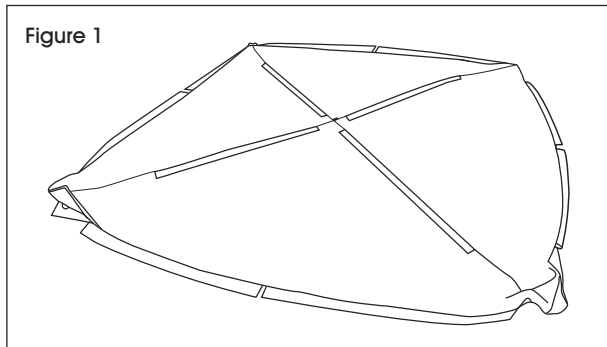

Figure 1
2. Choisissez un endroit plat et étalez l'abri. (Voir Figure 1)
3. Classez les mâts en fibre de verre (3 – ruban vert foncé, 4 – ruban vert clair) et en acier (5) selon leur couleur et mettez-les de côté.